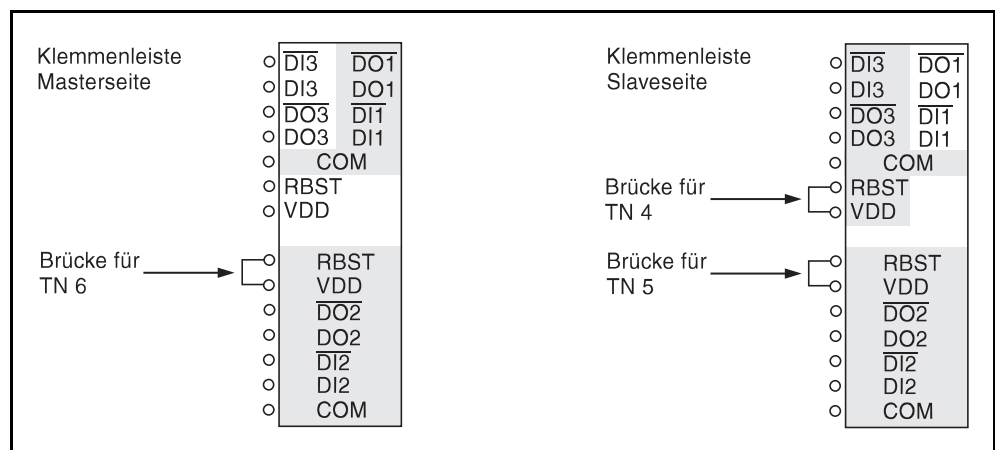

Abb. 6.3.12: Klemmenleisten in der Master- bzw. Slaveinstallation
Die dem ODT2 im INTERBUS direkt folgenden Teilnehmer (TN) müssen durch Drahtbrücken an der Klemmenleiste angemeldet werden, wie in Abbildung 6.3.12 beschrieben. Entfällt einer der Teilnehmer, bleibt die dafür vorgesehene Drahtbrücke offen.